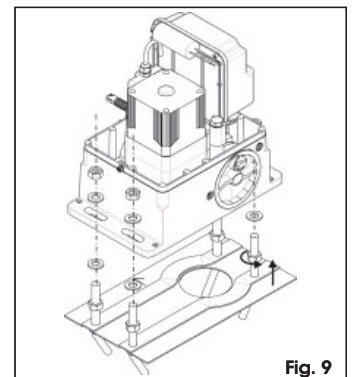

Fig. 9
2. Plaats de aandrijving op de funderingsplaat met behulp van de bijgeleverde schijfjes en moeren, zoals op fig. 9 Voer tijdens deze operatie de kabels door de daarvoor bestemde openingen in het motorhuis. Indien nodig is het mogelijk om de twee gaten tot één gat te maken (gebruik hiervoor een hamer), zodat er een ruimere doorgang ontstaat.